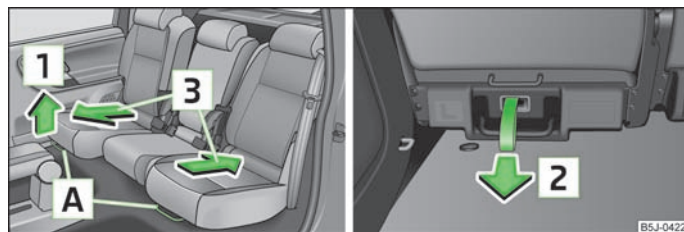

Fig. 36 Desbloqueo delante/detrás
- Tirar de la palanca A » fig. 36 hacia arriba en la dirección de la flecha 1 o del lazo de desbloqueo en la dirección de la flecha 2 y deslizar el asiento a la posición deseada en la dirección de la flecha 3.